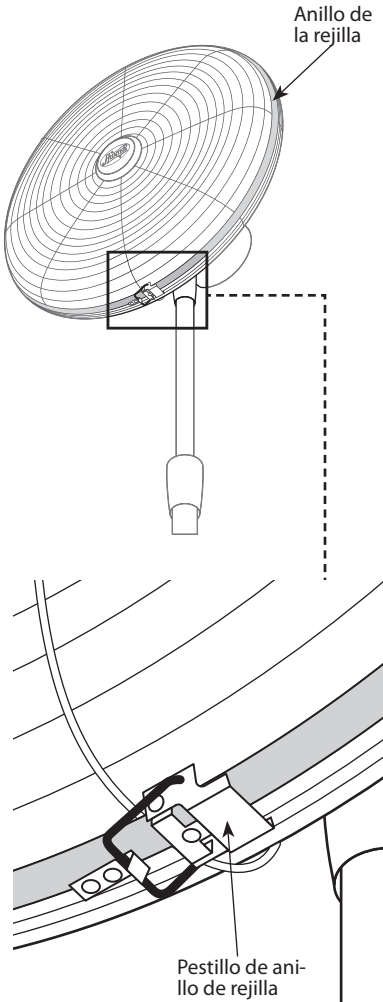

FIGURA 12
- Coloque el anillo de la rejilla sobre los dos bordes de las rejillas delantera y posterior, ubicando la abertura del anillo en la parte inferior de los bordes de las rejillas delantera y posterior. Una los dos extremos del anillo de la rejilla y fíjelos con un seguro de anillo de rejilla. Vea la Figura 12.